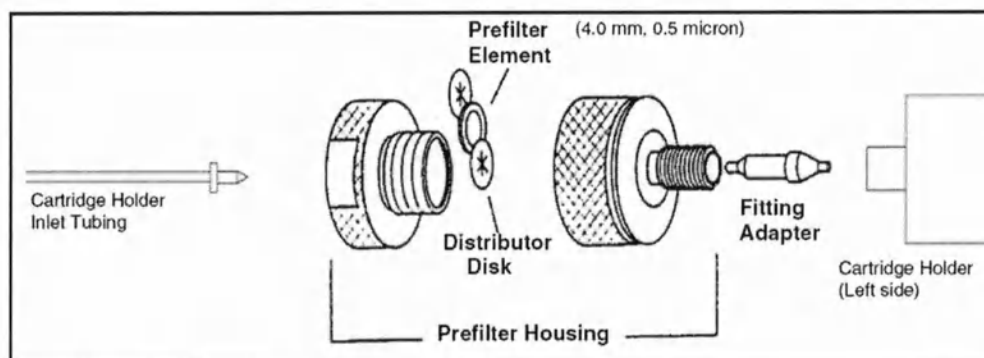

Рис. 3-15 Схема сборки и установки фильтра
2. Как показано на Рис. 3-15, установите два распределительных диска в элемент фильтра.
4. Установите черный адаптер фитинга с правой стороны фильтра (Рис. 3-15).